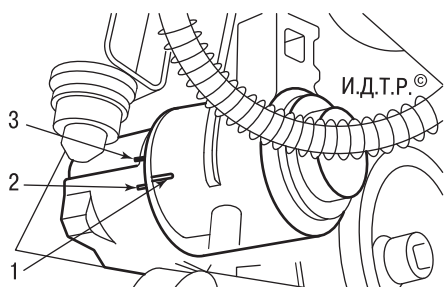

Рис. 5.20. Метки на корпусе автоматического натяжителя: 1 – метка на подвижном рычаге натяжителя; 2, 3 – метки на корпусе натяжителя
2. Убедитесь, что метка 1 (рис. 5.20) на подвижном рычаге автоматического натяжителя находится в интервале между крайними метками 2 и 3 на неподвижной части корпуса натяжителя.